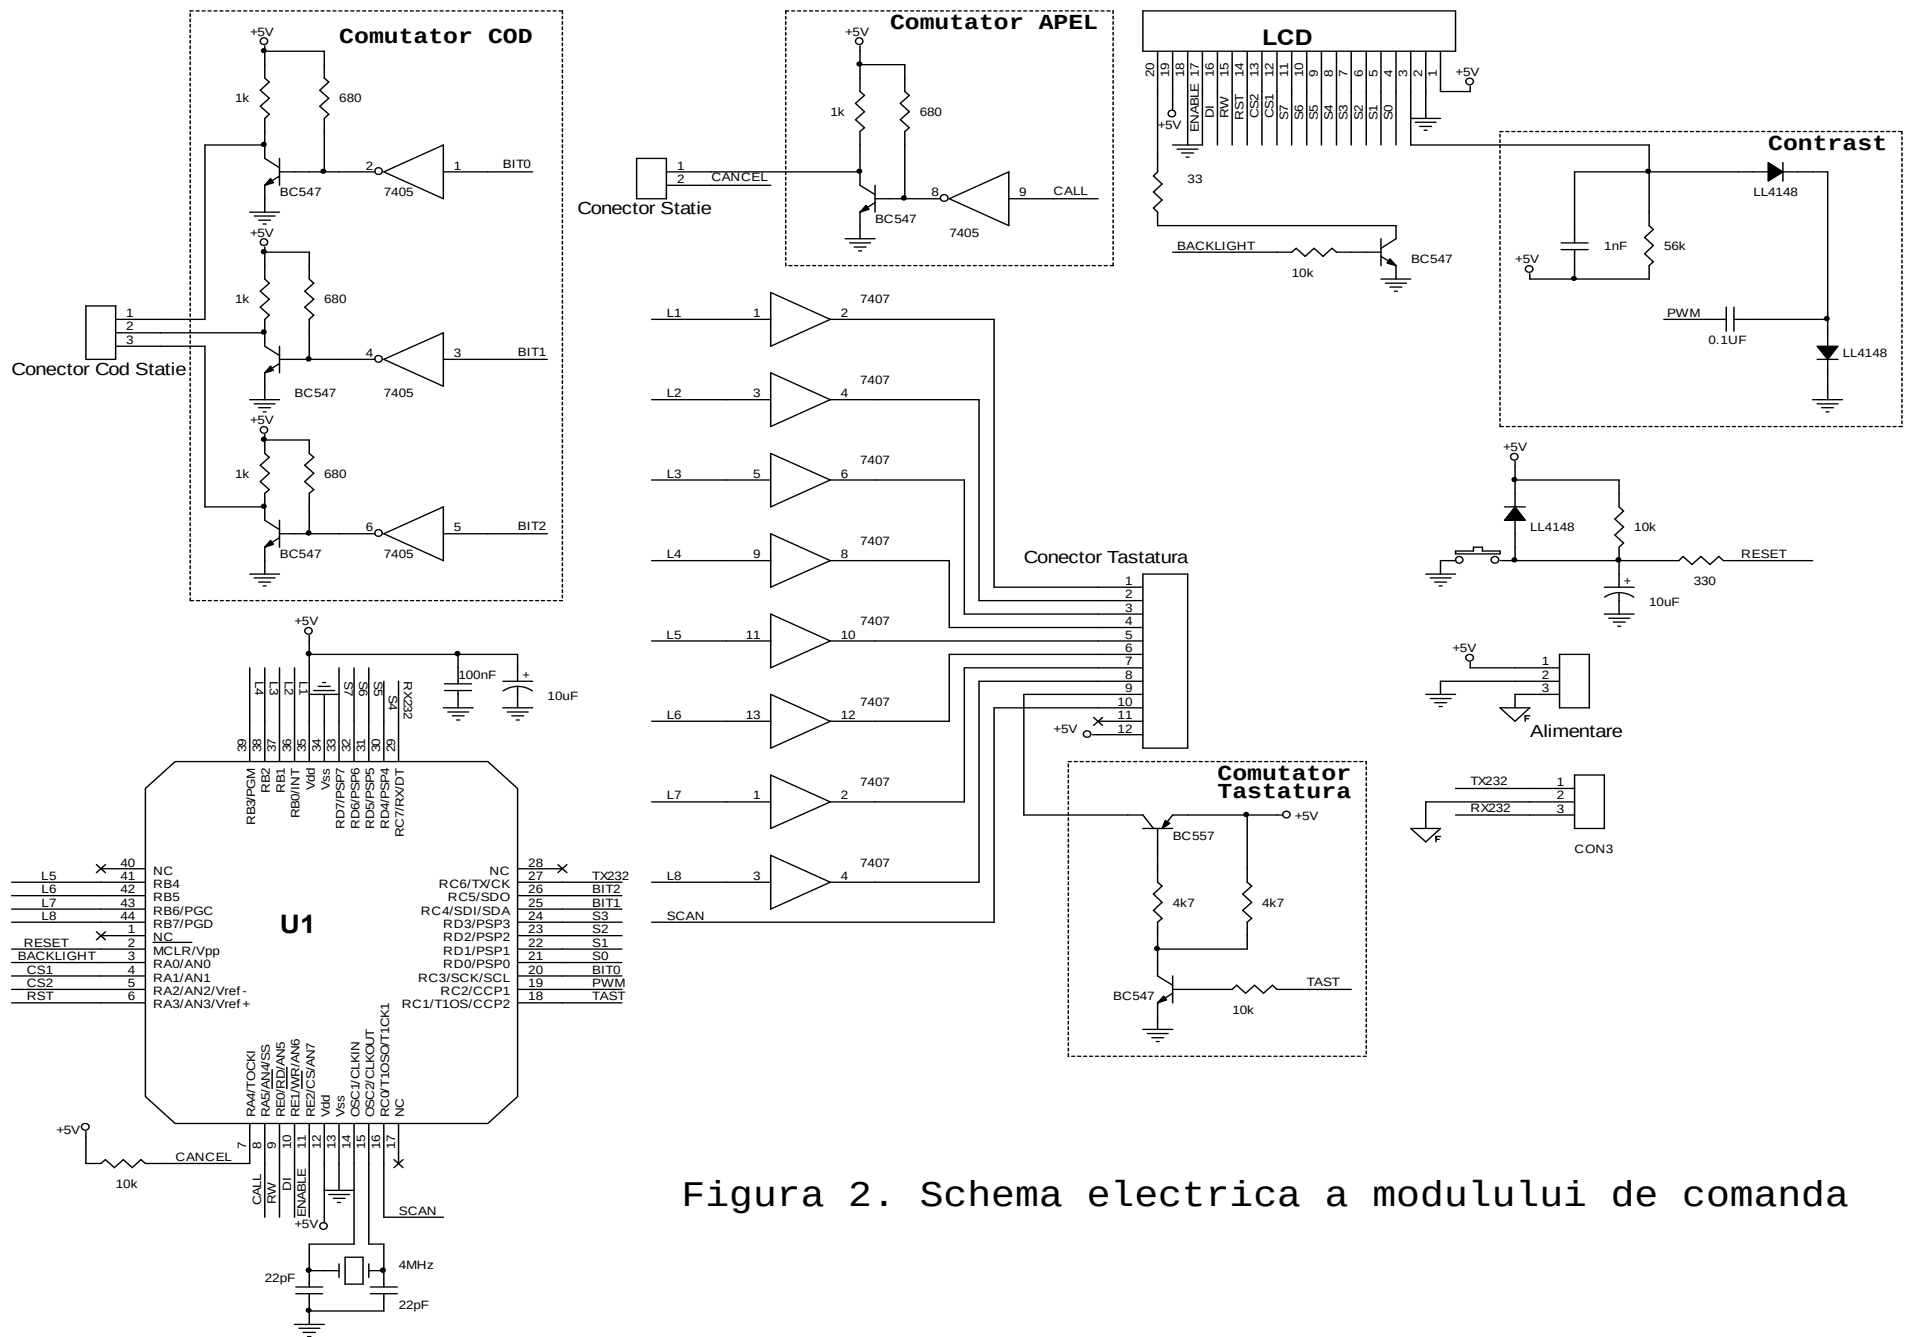

Figura 2. Schema electrica a modulului de comanda
1.1 Schema electrica a **modulului de comanda** este prezentata in **figura 2**. Ea va fi realizata ca o structura ierarhizata. Pe nivelul superior al acesteia se vor defini blocuri ierarhice numai pentru subcircuitele notate: „comutator APEL”, „comutator COD”, „comutator Tastatura” si „Contrast”.